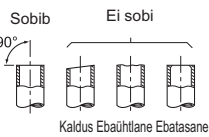

Fig. 2
- Kui siseseadmega kaasas olev äravooluvoolik on liiga lühike, ühendage see äravooluvoolikuga (I), mis peaks teie objektil kättesaadav olema. (Fig. 2)
- Tõmmake äravooluvoolik siseseadme tagumise osast välja. (Fig. 2)